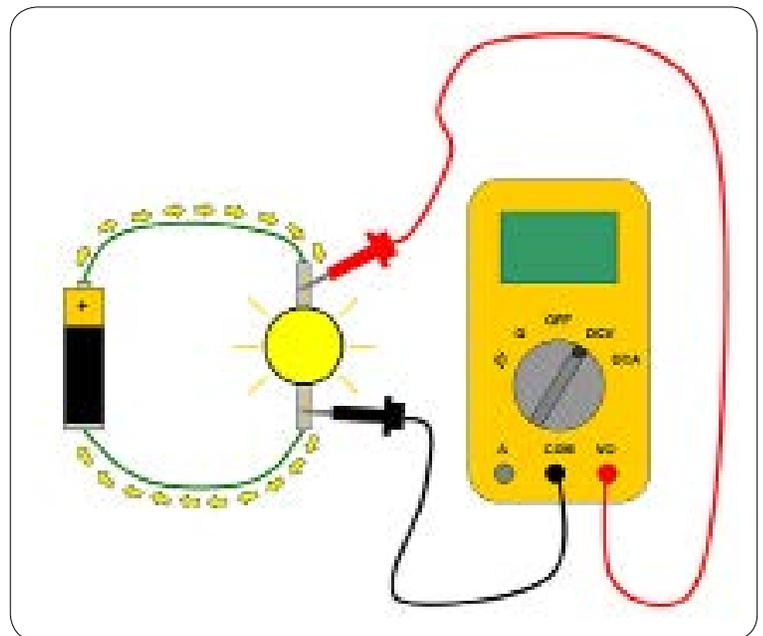

Figura 1. Medición de voltaje (conexión paralela).
- En la **figura 1** se muestra el procedimiento de medida de la tensión, suponiendo que la fuente es alterna, la medida se realiza en **conexión paralelo** al componente que se desea medir